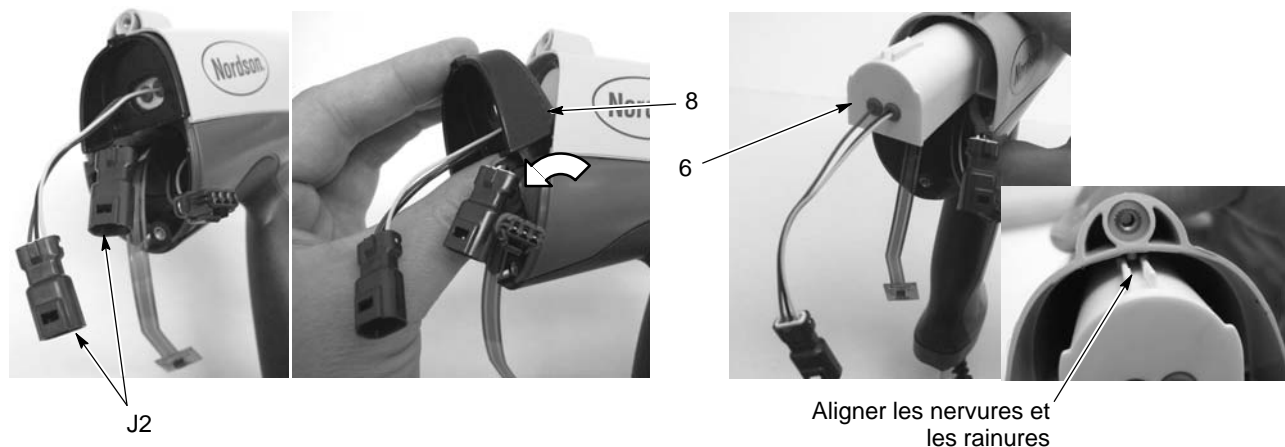

Fig. 5-2 Remplacement du bloc d'alimentation électrique
2. Voir la figure 5-2. Insérer un petit tournevis dans le creux des connecteurs J2 du câble du pistolet / de l'alimentation pour libérer l'attache et débrancher les connecteurs.
3. Tirer sur le dessus du cache de séparation (8) pour le retirer du pistolet.
4. Faire glisser l'alimentation (6) hors du corps du pistolet et tirer les fils et le connecteur de l'alimentation hors du cache de séparation.
12. Voir la figure 5-2. Si le bloc d'alimentation a été retiré, le faire glisser dans la cavité supérieure du corps du pistolet en guidant les nervures à l'intérieur du corps du pistolet entre les rainures correspondantes sur le bloc d'alimentation.